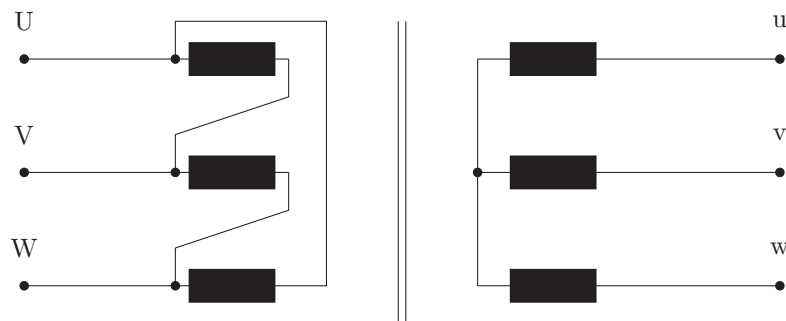

Abbildung 11: Transformatorwicklungen
- b) Abbildung 11 zeigt die Wicklungen des Transformators. Für das Spannungsübersetzungsverhältnis gilt